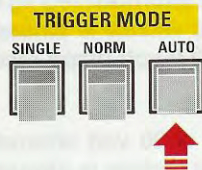

Fig.1 Per far apparire una traccia perfettamente stabile bisogna premere il tasto AUTO del Trigger Mode.
- **Trigger MODE** (vedi fig.1) = sotto questa scritta premete il tasto **Auto**.